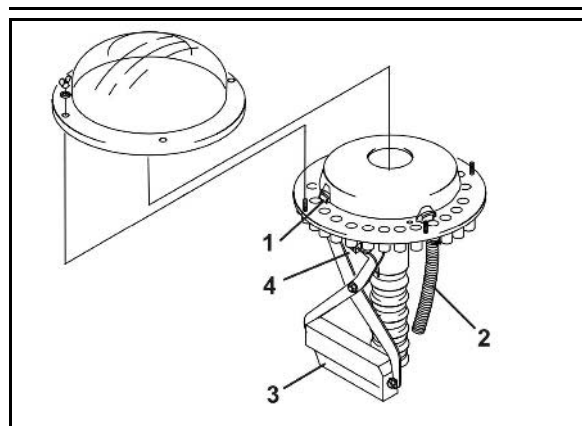

Рис. 58
- устройство переключения техколей закрывает в распределительной головке посредством заслонки (Рис. 58/1) подвод посевного материала к семяпроводам (Рис. 58/2) сошников техколей;
Подача посевного материала к сошникам техколей прерывается, как только электромо- тор (Рис. 58/3) закрывает соответствующие семяпроводы (Рис. 58/2) в распределительной головке.
Датчик (Рис. 58/4) проверяет, надлеж-ащим образом работают заслонки (Рис. 58/1), открывающие и закрывающие семяпроводы (Рис. 58/2).